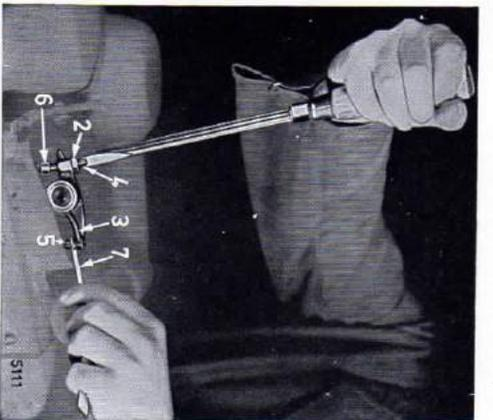

Fig. 26
La vérification du jeu aux soupapes s'effectue au moyen d'une jauge d'épaisseur de 0,15 mm (7) de la figure 26/ a